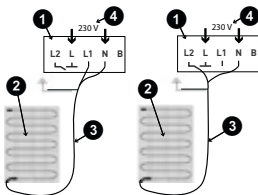

Fig. 4 : Sèche-serviettes
- ❶ Thermostat (dans une boîte d'encastrement)
- ❷ Natte chauffante
- ❸ Câble de raccordement de la natte chauffante (bleu = N, noir = L1 / L2, jaune/vert = terre)
- ❹ Vers le répartiteur électrique
- ❺ Sonde de plancher externe
(1) Procéder au branchement en tenant compte des instructions à l'arrière du thermostat (voir Fig. 4 & 5).